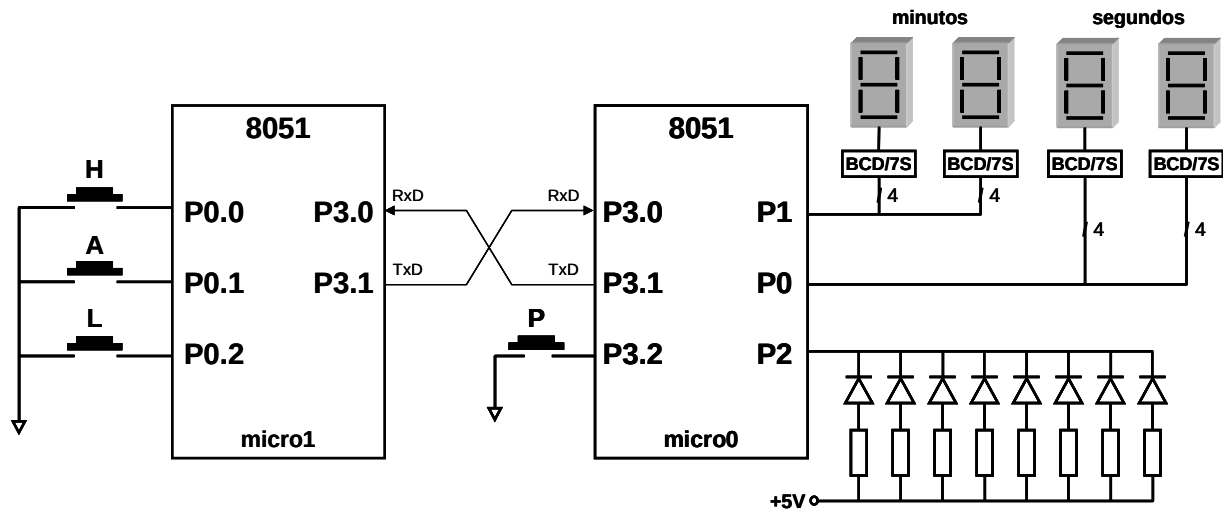

Figura 1.
Para realizar la simulación se utilizará una configuración de dos microcontroladores (micro0 y micro1) tal como se representa en la figura 1.
- Cuando se presiona el pulsador 'H' (figura 1) se envía a través del puerto serie el código ASCII del carácter H (72) y a continuación los códigos ASCII de los valores almacenados en las **posiciones 60H y 61H de la memoria de datos interna**. En dichas posiciones se puede configurar el valor de los **minutos y segundos de la hora actual (valores entre 1 y 60 en código BCD)**, respectivamente. Por ejemplo, si en 60H se escribe el valor '03' y en 61H '25', lo cual representa 3 minutos y 25 segundos, el micro enviará de forma consecutiva los códigos ASCII de los caracteres que forman la cadena H0325.
- Al igual que en el caso anterior, cuando se presiona el pulsador 'A' (figura 1) se envía a través del puerto serie el código ASCII del carácter A (65) y a continuación los códigos ASCII de los valores almacenados (en código BCD) en las **posiciones 62H y 63H de la memoria de datos interna**, que representan los **minutos y segundos de la hora a la que se debe activar la alarma** (valores entre 1 y 60 en código BCD), respectivamente.
- Cuando se presiona el pulsador 'L' (figura 1) se envía a través del puerto serie el código ASCII del carácter L (76) para solicitar al micro0 el valor de la hora actual. Los datos que se reciben como
- Comparar el valor de la hora actual con el de la hora de alarma y en el momento en el que sean iguales activar la alarma, que consiste en hacer parpadear 3 veces los 8 LEDs conectados al puerto 2 (figura 1).
- Mostrar en 4 visualizadores de 7 segmentos conectados a los puertos 0 y 1, tal como se indica en la figura 1, los minutos y segundos de la hora actual o de la hora de alarma según el valor lógico del terminal P3.2. Si P3.2=1 se debe mostrar la hora actual y en caso contrario la de alarma.